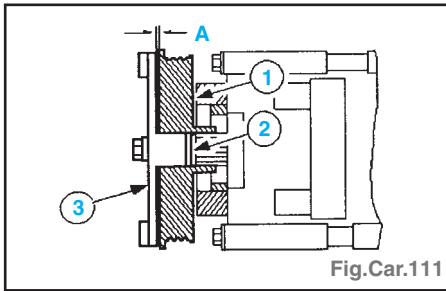

Fig.Car.111
- Contrôler l'entrefer **A** entre le plateau d'entraînement et la poulie à des intervalles de 60 degrés sur toute la circonférence (Fig.Car.111) :
- poulie de courroie (1),
- rondelle entretoise (2),
- plateau d'entraînement (3).